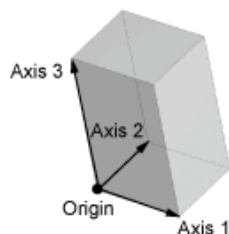

图 3-67 平行六面体
- 平行六面体，由 **Parallelepiped** 按钮提供，参数如图 3-67 所示。